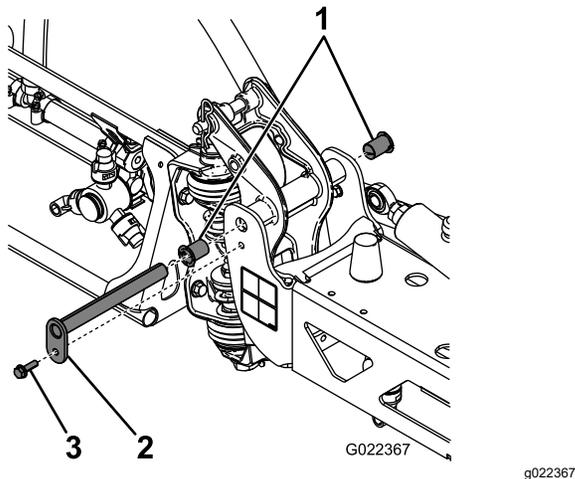

Bild 63
3. Wenn das Gewicht des Auslegers abgestützt ist, nehmen Sie die Schraube und die Mutter ab, mit denen der Lagerbolzen am Ausleger befestigt ist (Bild 63).
6. Nehmen Sie die Nylondrehbüchsen vorne und hinten an der Schwenkhalterung ab und prüfen Sie sie (Bild 63).
7. Tragen Sie etwas Öl auf die Nylondrehbüchsen auf und setzen Sie sie in die Schwenkhalterung ein (Bild 63).
8. Montieren Sie den Ausleger und die Schwenkhalterung im mittleren Rahmen und fluchten Sie die Löcher aus (Bild 63).
4. Entfernen Sie die Schraube und die Mutter, mit denen der Lagerbolzen befestigt ist, und nehmen Sie den Bolzen ab (Bild 63).